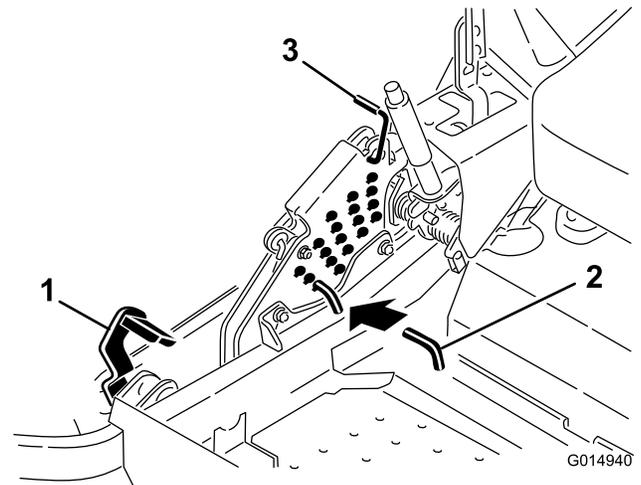

Figura 27
2. Pise el pedal de elevación de la carcasa y eleve la carcasa a la posición de transporte (que es también la posición de altura de corte de 114 mm (4,5 pulgadas) (Figura 27).
3. Para ajustar la altura de corte, gire el pasador 90 grados y retire el pasador del soporte de altura de corte (Figura 27).
4. Seleccione el taladro del soporte de altura de corte que corresponde a la altura de corte deseada, e inserte el pasador (Figura 27).